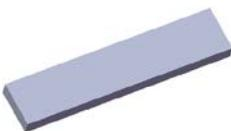

图 9.3 凸台一拉伸 1
Step2. 创建图 9.3 所示的零件基础特征——凸台一拉伸 1。
(1) 选择命令。选择下拉菜单 **插入(I)** → **凸台/基体(B)** → **拉伸(E)...** 命令(或